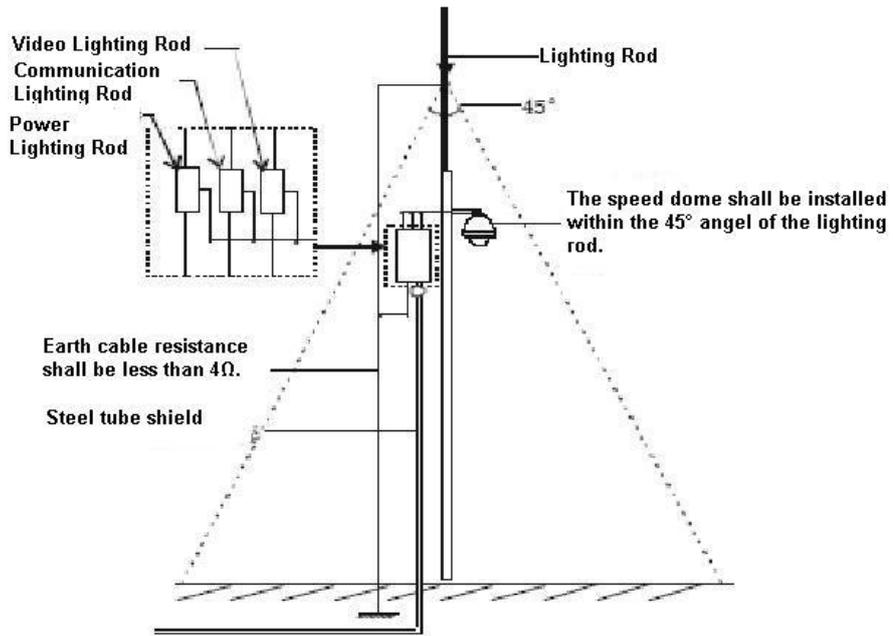

Рисунок 3-1
- Система должна позволять эквипотенциальное электрическое соединение. Заземляющее устройство должно отвечать требованиям защиты от помех и одновременно соответствовать вашим местным требованиям безопасности. Заземляющее устройство не должно быть замкнуто накоротко на провод N (нейтраль) высоковольтной питающей сети или объединено с другими проводками. Если система соединяется с отдельным заземлением, сопротивление заземления должно быть не более 4 Ом и сечение заземляющего провода не больше 25 мм². Смотрите Рисунок 3-1.